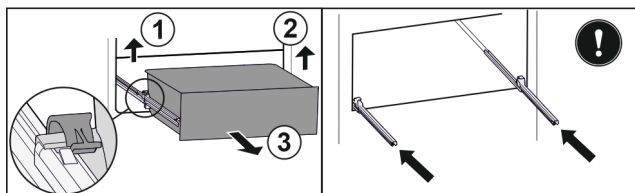

Fig. 229
- Ngrini lart kapësen e majtë dhe në të njëjtën kohë tërhiqni nga përpara sirtarin e majta. Fig. 229 (1)
- Ngrini lart kapësen e djathtë dhe në të njëjtën kohë tërhiqni nga përpara sirtarin nga e djathta. Fig. 229 (2)
- Hiqeni sirtarin nga përpara. Fig. 229 (3)